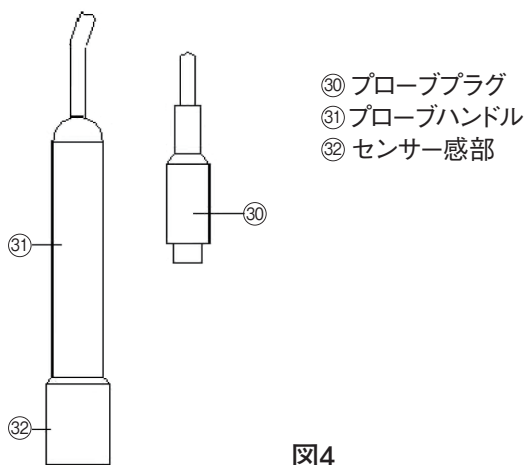

図4
- (1) 導電率/塩分センサー(CDPB-03、オプション)を準備して、プローブプラグ(⑩、図4)を導電率センサーソケット(⑮、図1)に差し込んでください。
- (3) プローブ・ハンドル(⑳、図4)を手で保持して、センサー感部を測定対象の溶液に浸してください。プローブを振って、プローブ内部に溜まった気泡をセンサー感部から逃がしてください。画面には導電率の値がmS(uS)という単位で表示されます。その左下には、計測した溶液の温度が示されます。